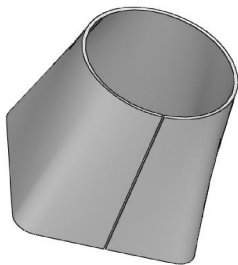
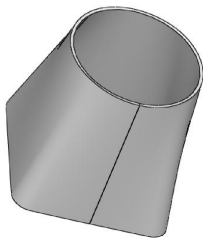

图 6-43 生成放样折弯
图 6-44 缩小缺口尺寸
- 05 单击【确定】按钮，生成放样折弯，如图 6-43 所示。可修改缺口尺寸，从而使钣金结合处的间隙更小，如图 6-44 所示。